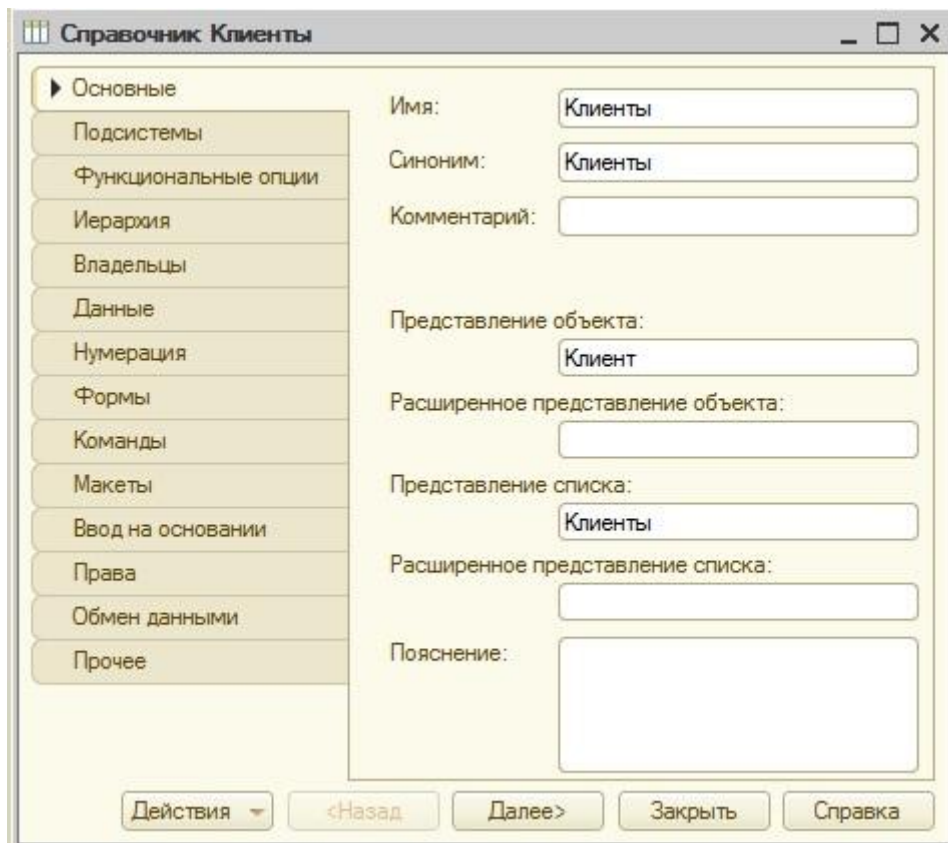

Рисунок 20 Вкладка «Основные» объекта конфигурации
- Создайте справочник «**Клиенты**» для хранения списка клиентов компании. На вкладке «**Основные**» внесите следующие данные (рис. 20):